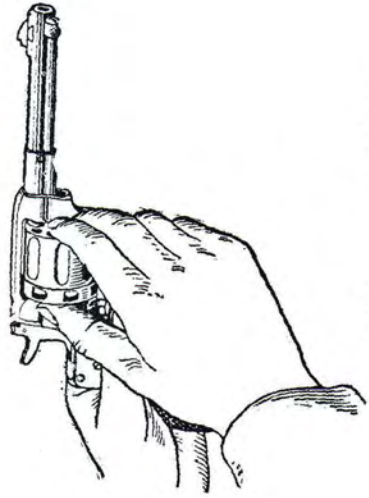

Рис. 28. Как вынуть барабан
- 3) **вынуть барабан**: откинуть дверцу вниз к спусковой скобе, вынуть барабан в правую сторону и закрыть дверцу (рис. 28).